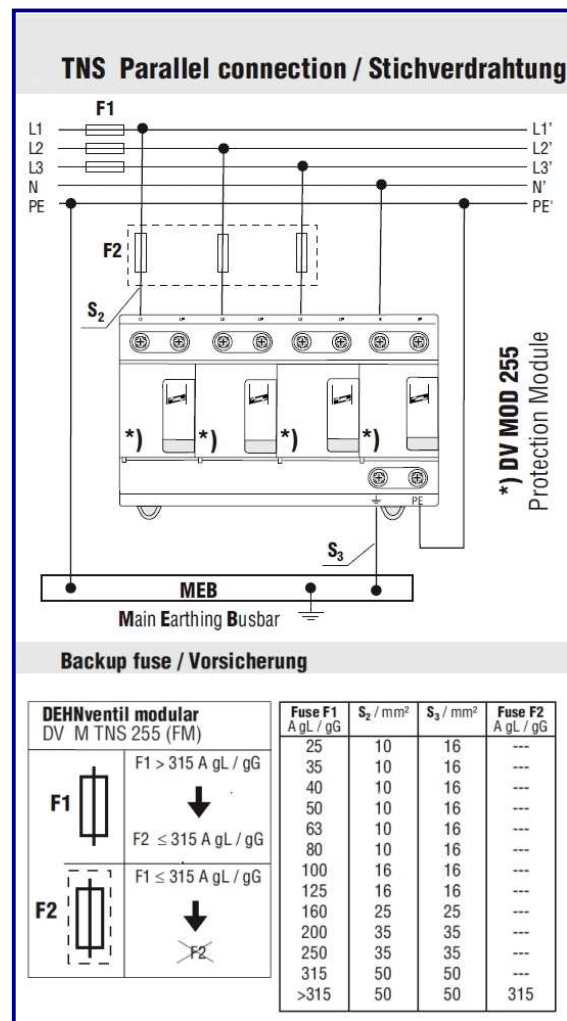

Bild 3: EBA DV M TNS 255
- die Mindeststärke, der Mindestquerschnitt bzw. die Leitwertgleichheit muss gemäß (Tab. 3 des Teil 3 der DIN EN 62305) gegeben sein (Bild 3)